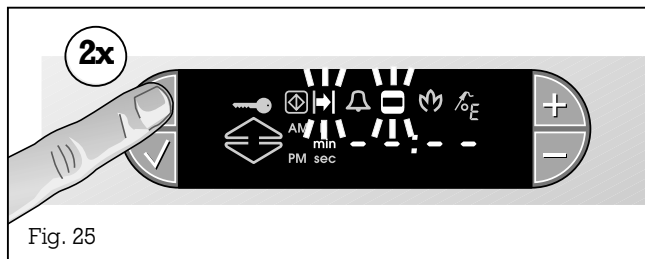

Fig. 25
- Tryck 2 ggr på knappen 🕒 (klocka). På displayen blinkar symbolerna -| (färdig) och ■ (tillagningstid) (fig. 25).